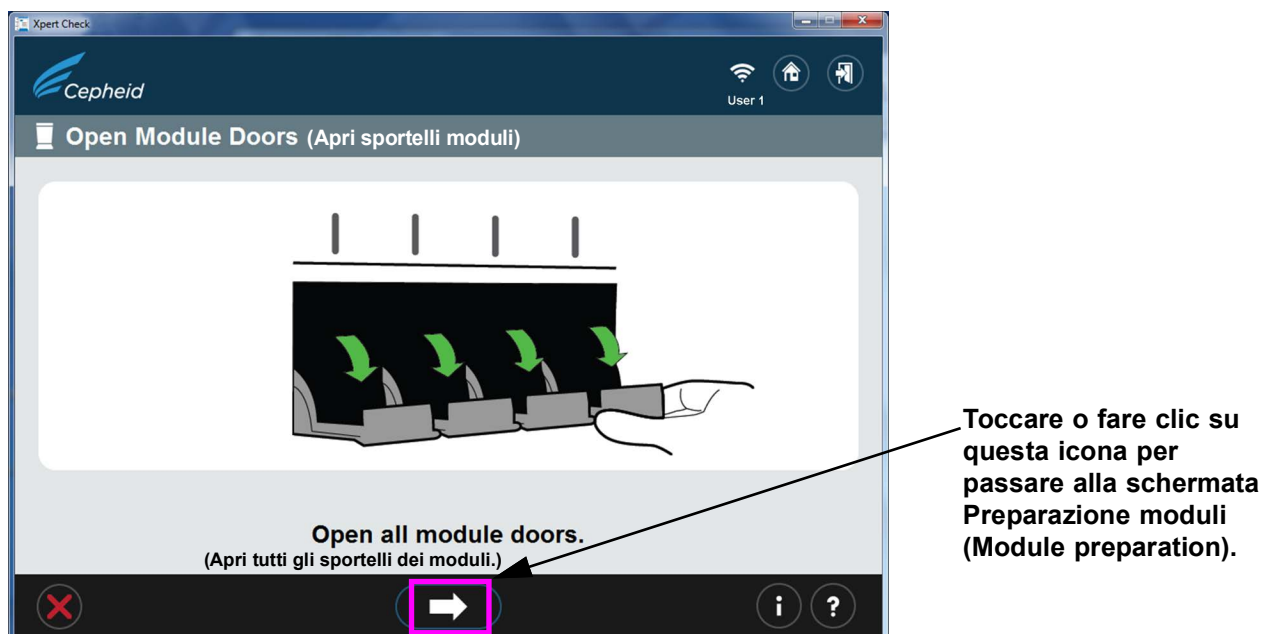

Figura 2-9. Schermata Apri sportelli moduli
- Quando tutte le informazioni sono state immesse, toccare o fare clic sul pulsante con la freccia avanti, in basso nella pagina 2 della schermata Informazioni di contatto (Contact Information). Verrà visualizzata la schermata Apri sportelli moduli (Open Module Doors). Vedere la Figura 2-9. Aprire manualmente tutti gli sportelli dei moduli per consentire il caricamento delle cartucce.